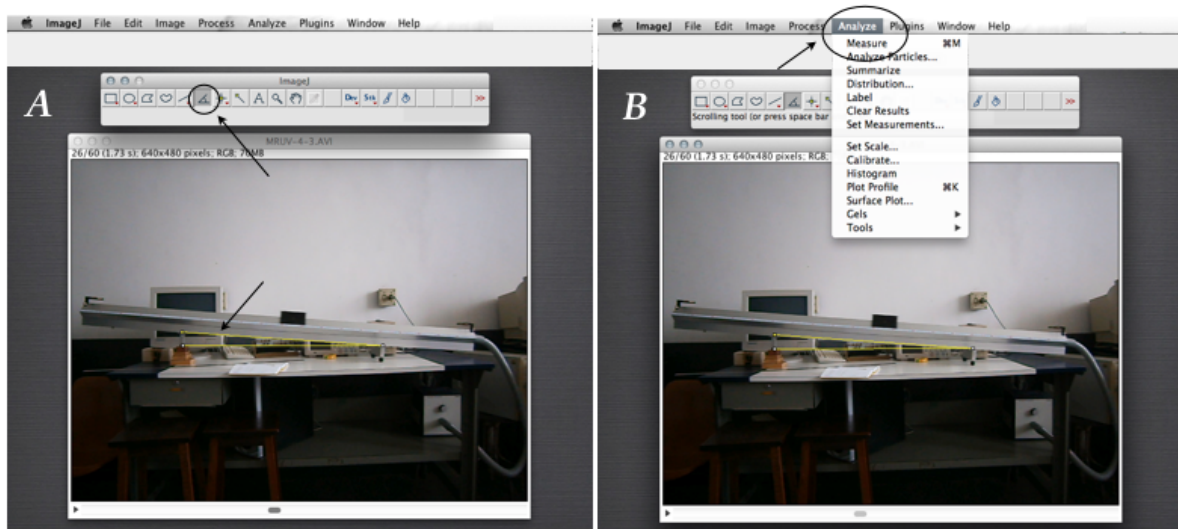

Figura E.15: ImageJ: determinação do ângulo de inclinação do trilho, ver texto.
1. Escolha o botão de “Ângulo” (círculo na Figura E.15-A), que fica na barra de ferramentas do programa ImageJ para poder marcar o ângulo que quer ser determinado.
2. Movimente o cursor para marcar os três pontos que vão determinar o ângulo que o trilho forma com a horizontal (linhas cheias sobre o filme na Figura E.15-B). Faça click cada vez que esteja na posição desejada.